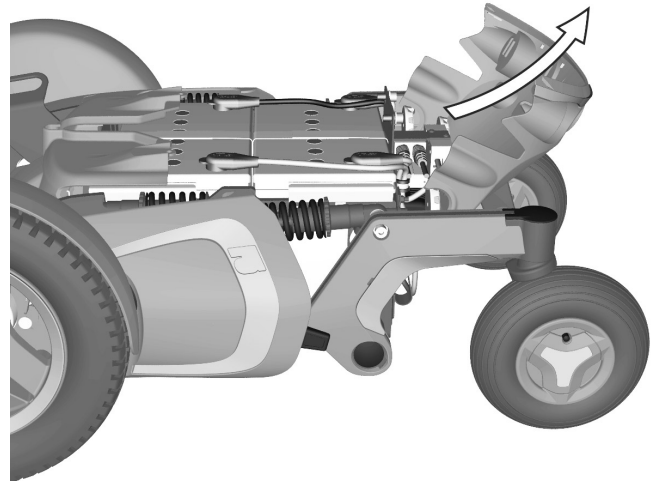

Abbildung 6. Hintere Fahrgestellabdeckung
5. Hintere Abdeckung vom Fahrgestell heben/ziehen. Siehe Abbildung. 6. Darauf achten, dass die Abdeckung teilweise an der Innenseite des Fahrgestells montiert ist.
Die hintere Fahrgestellabdeckung am Fahrgestell montieren. Siehe Abbildung. 6. Darauf achten, dass die Abdeckung teilweise an der Innenseite des Fahrgestells montiert ist.